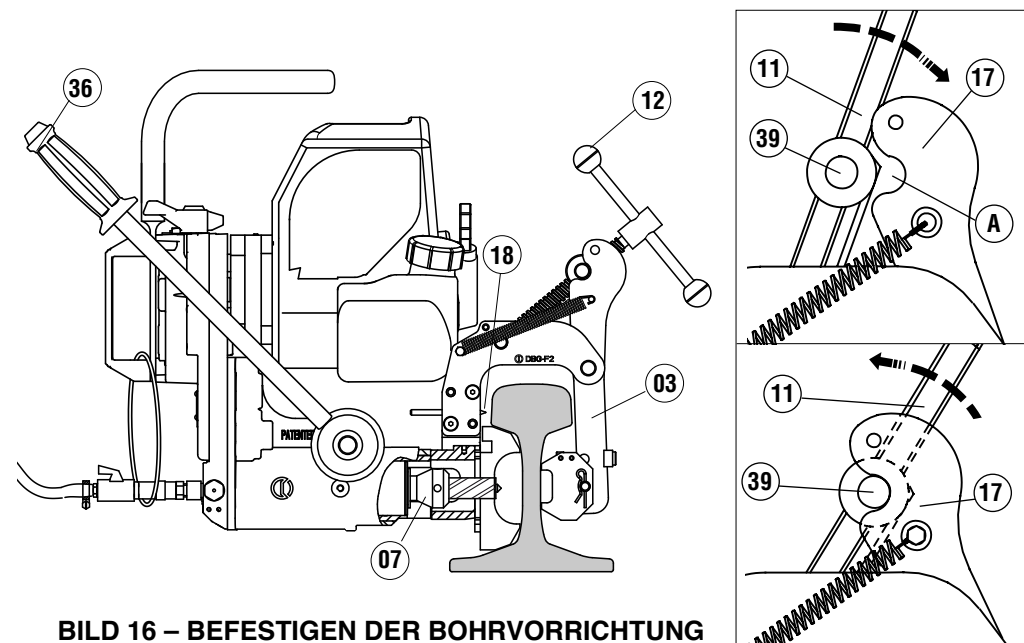

BILD 16 – BEFESTIGEN DER BOHRVORRICHTUNG
7.4) Positionierung der Bohrvorrichtung am Schienensteg (siehe Bild 16)
7.4.2) Die Spindel (11) vordrücken so dass sie in den Sitz **A** des beweglichen Armes (17) einrastet (siehe Details im Bild 16); mit dem Hebel (12) den beweglichen Arm in offene Position bringen.